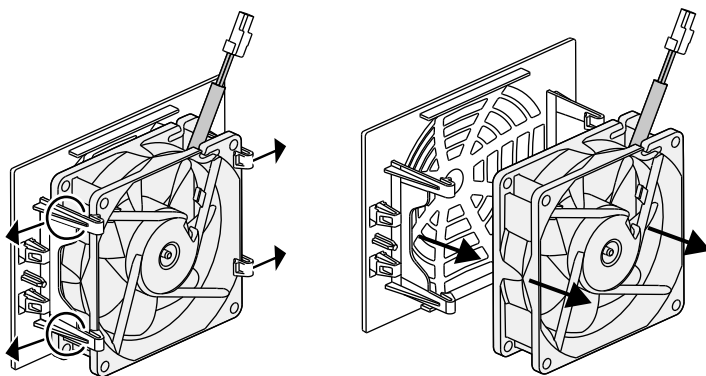

Bild 65: Demontera fläktgallret
5. Fläkten kan dessutom dras loss från luftgallret. Tryck därtill låstungorna utåt en aning och dra loss fläkten.  Bild 65